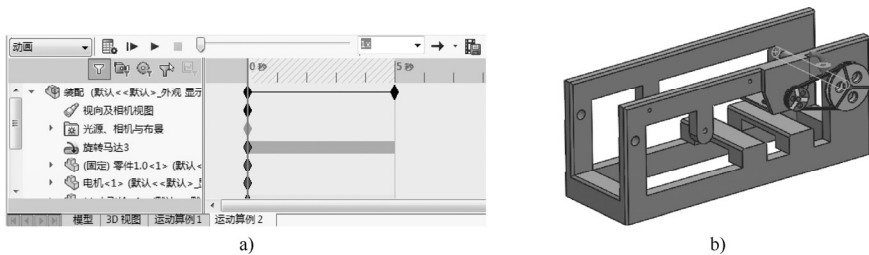

图 11-28 添加旋转马达创建带轮动画
STEP 3 最后切换到“运动算例”操控面板，为一个带轮添加旋转马达，即可完成带轮动画的创建，如图 11-28 所示。单击“播放”按钮，即可播放带轮动画。